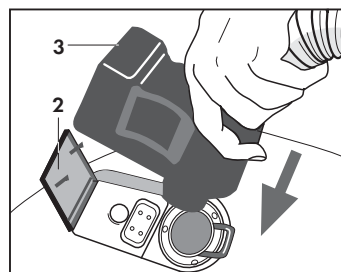

Fig. 8
- Ouvrir complètement le volet (2) de la prise des accessoires (D) et introduire la fixation rapide (3) du tube flexible (ou du fer à repasser) dans la prise située sur la partie avant de l'appareil en appuyant à fond (Fig. 8).
- Vous pouvez introduire la fixation rapide (3) de la manière décrite pour les figures 8 et 9 dans la prise postérieure de soufflage (O) après avoir retiré le silencieux (P). La vapeur ou le détergent ne peuvent pas être débités par cette prise.
Avant de retirer la fixation rapide (3) du tube flexible (Fig. 8) de la prise (D) ou (O), déclencher les deux interrupteurs chaudière (B) et les accessoires (M) et retirer la fiche du câble d'alimentation de la prise de courant.